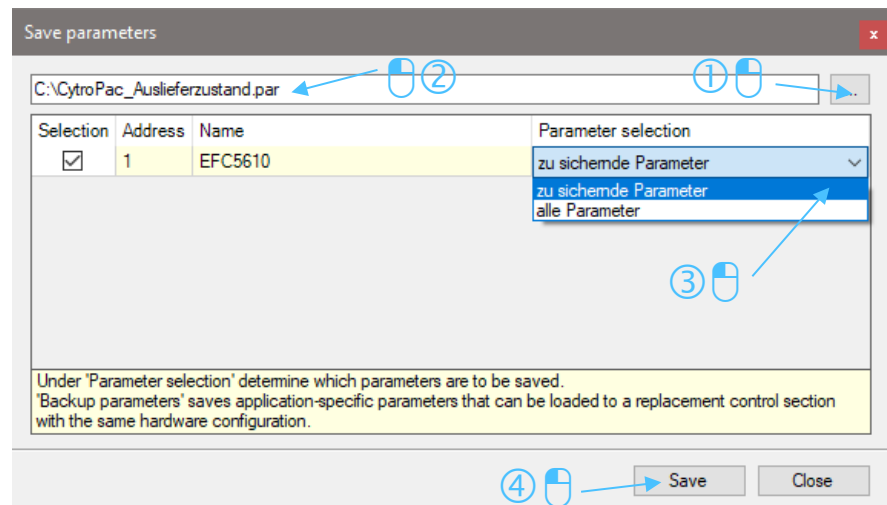

Abb. 8: Fenster Parameter sichern
- Wählen Sie nun einen Pfad und vergeben Sie einen Namen für die Parameterdatei. Sie haben die Möglichkeit, alle Parameter oder die zu sichernden Parameter zu speichern (siehe Abb. 8: Fenster Parameter sichern).